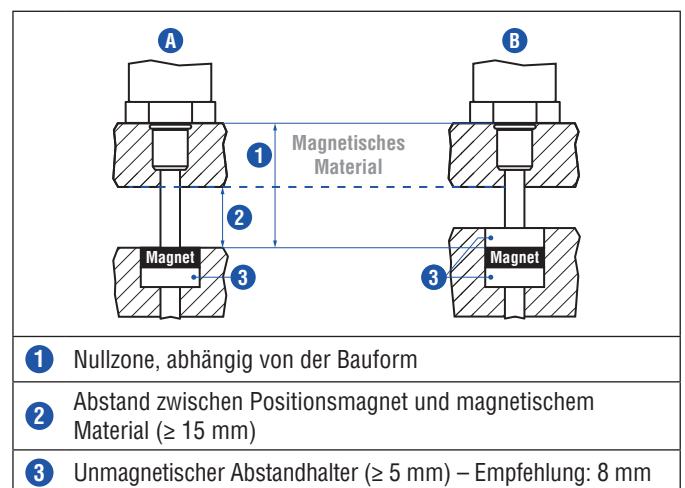

Abb. 15: Einbau mit magnetischem Material
- Der minimale Abstand zwischen Positionsmagnet und magnetischem Material beträgt 15 mm (Abb. 15)
- Beachten Sie die Maße in Abb. 15 bei der Nutzung von magnetischem Material